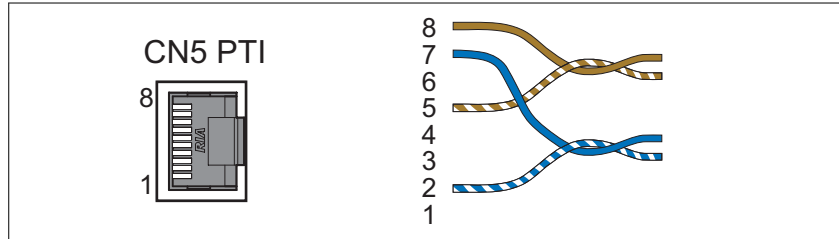

Ilustración 34: Esquema de conexiones Pulse Train In (PTI) de 24 V. Observe la formación diferente de pares.
- ▶ Confeccione el cable tal y como se muestra en la figura Ilustración 34. Observe la asignación correcta de conectores. La formación de pares para PTI de 24 V no se corresponde con la asignación de conectores común.